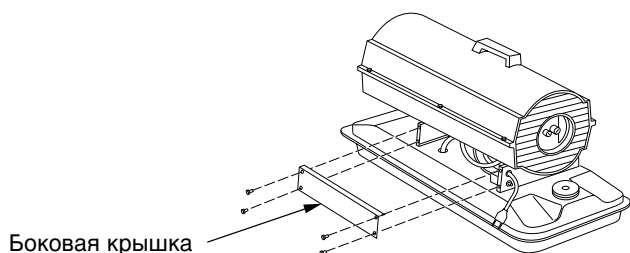

Рис. 29 - Снятие крышки
1. Снимите четыре винта боковой крышки, пользуясь 5/16-дюймовым гайковертом или торцовым ключом (см. Рис. 29).